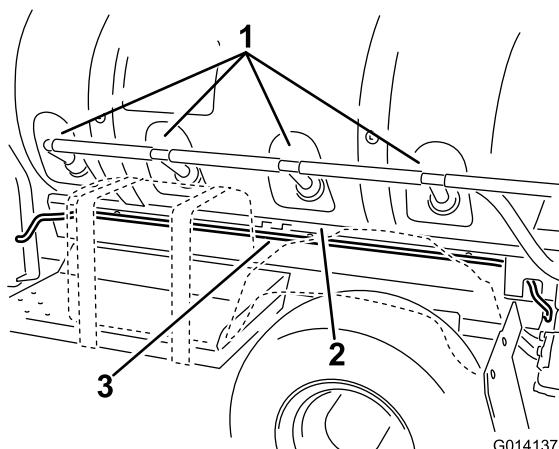

Figura 15
- Disponete il cablaggio in avanti lungo il supporto del serbatoio, facendolo passare sotto i raccordi dell'agitatore, fino a raggiungere la cassetta della batteria (Figura 15). Usate tre fascette di plastica per assicurare il cablaggio al telaio.